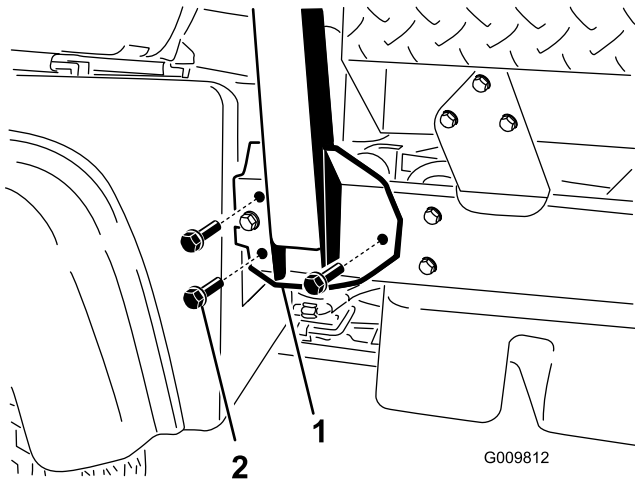

図 4
1. ROPSの両サイドを車両フレーム側面の取付け穴に合わせる (図 4)。